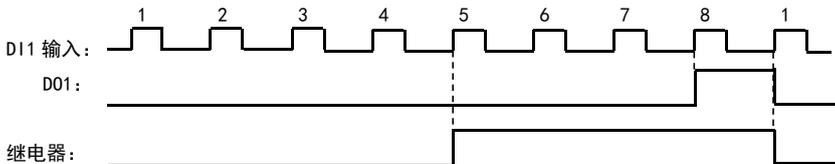

图 6-10 设定计数次数与指定计数次数示意图
- 设定计数次数是指从 D11 输入多少个脉冲时, 被编程为“设定计数值到达”功能的输出端子 (D01 端子或继电器) 输出一个计数宽度的脉冲。计数值到达“设定次数”后, 计数重新开始。如图 6-10 所示: 若 F313=1、F314=8, F301=8, 当 D11 输入第 8 个脉冲时, D01 输出一个指示信号。
如图 6-10 所示: 若 F313=1、F314=8, F315=5, F300=9, 当 D11 输入第 5 个脉冲时, 继电器输出一个指示信号, 直到“设定计数次数 8”到达为止。